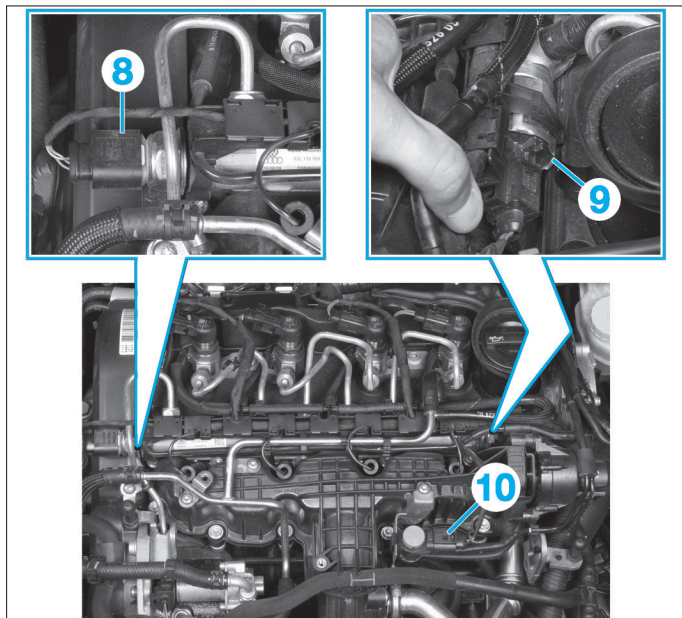

FIG. 76
- les connecteurs (8), (9) et (10) (Fig.76).